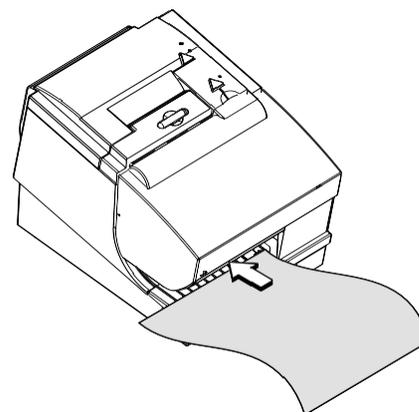

Figure 25. Insertion latérale des documents
1. Appuyez simultanément sur les boutons **A** et **B** (voir Figure 25). Lorsque vous appuyez sur les deux boutons simultanément, et que vous les relâchez, la fente d'insertion du document s'ouvre.